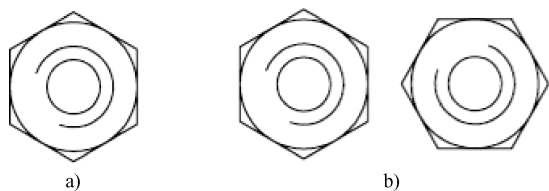

图 5-28 复制旋转
- (1) 复制 (C): 选择该选项，则在旋转对象的同时，保留源对象，如图 5-28 所示。
- (2) 参照 (R): 采用参照方式旋转对象时，命令行提示与操作如下：